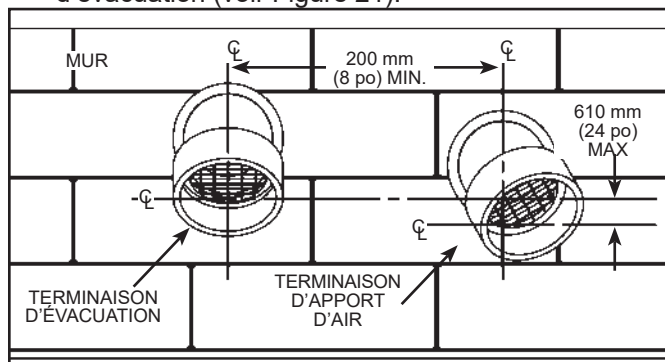

Figure 21.
Important: veuillez suivre les directives qui suivent pour l'installation des terminaisons de ventilation à travers un mur (voir Figure 21).
4. Afin d'éviter la recirculation des gaz d'évacuation, la terminaison d'apport d'air doit pointer dans une direction différente de celle de la terminaison d'évacuation (voir Figure 21).